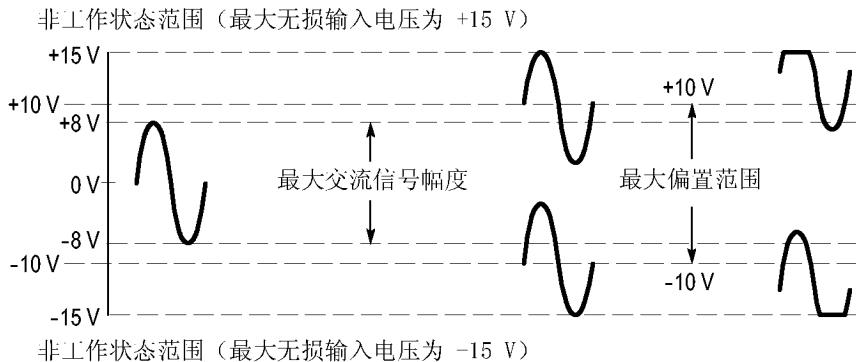

图 1: 动态限制和偏置限制
探头可防止静电。但是，施加高于其设计极限的电压可能会损坏探头端部放大器。（见图1）
可调整探头偏置使操作在探头线性范围内执行，同时增加较高直流测量电压情况下探头的灵敏度。使用偏置替代直流信号分量可获得最佳探头性能。（见图1第10页）
**说明：** 探头偏置范围为  $\pm 10\text{ V}$ 。线性工作范围为  $\pm 8\text{ V}$ 。如果在示波器上使用光标，零点参考将位于探头偏置电压位置。（见图1第10页）